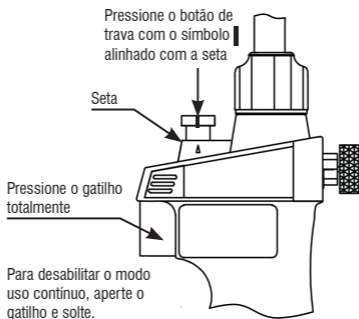

Figura 11 – Acionando o modo de uso contínuo
1. Certifique-se de que o botão de trava e destrava do gatilho (9) está na posição  (consulte a tabela 2) e o maçarico está com a chama acesa (Figura 11).
2. Pressione o gatilho (3) totalmente e aperte o botão de trava e destrava do gatilho (9) para baixo.
3. Segure o botão de trava e destrava do gatilho (9) e solte o gatilho (3).